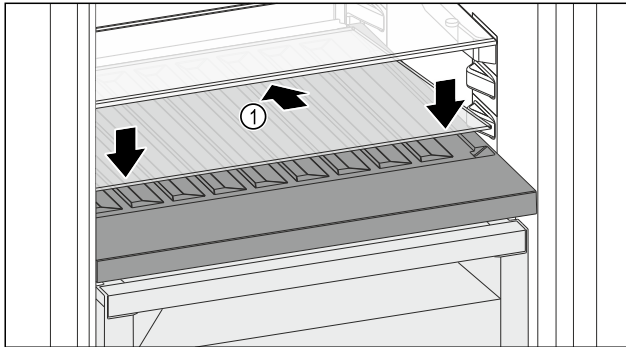

Fig. 115
- ▶ Indsæt glaspladen Fig. 115 (1) skråt nedad og bagtil.
- ▶ Sænk glaspladen Fig. 115 (1) foran.